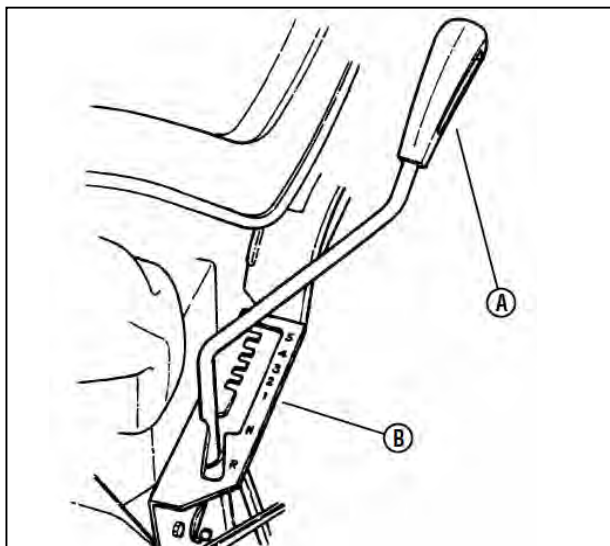

図5-12 変速レバー
3. 変速レバー(図5-12のA)を一段のノッチ(B)にします。